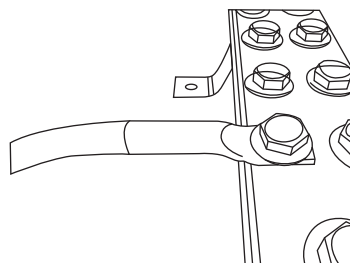

Figura 2
- 5-. Centrar el barreno de la barra con el barreno del conector y posteriormente atornillarlos juntos (Figura 2).